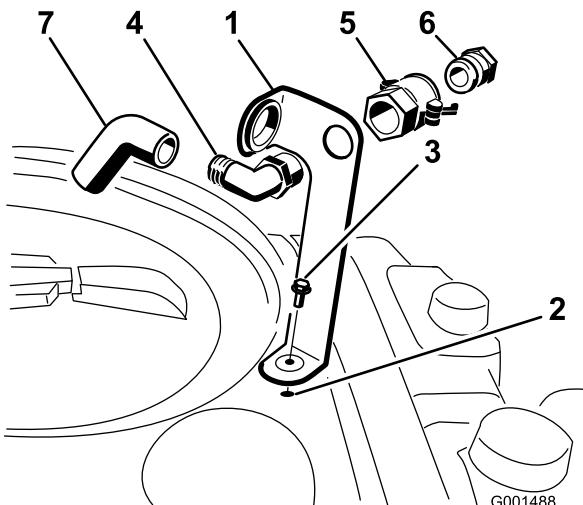

Figura 3
- Coloque o suporte do reservatório de enchimento sobre o orifício roscado no depósito e fixe-o com um parafuso de cabeça flangeada (5/16 x 3/4 pol.) (Figura 3).
- Coloque a parte roscada do encaixe em cotovelo de 90 graus no suporte e apafuse o acoplador rápido, fixando-o ao suporte (Figura 3).
- Instale o adaptador da tubagem no acoplador rápido (Figura 3).
- Bloqueie o adaptador na posição correcta, girando as alavancas em direcção ao adaptador, e depois fixe-as com os pernos de gancho (Figura 3).
- Coloque o tubo anti-sifão pela a abertura larga no suporte e pela extremidade dentada do encaixe em cotovelo de 90 graus (Figura 3).